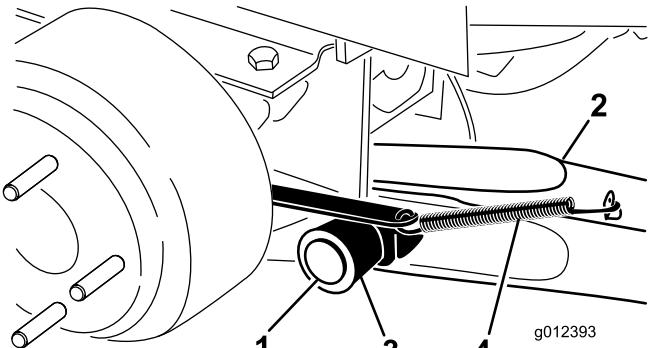

Figure 3
- Montez un bras de relevage sur le support de pivot avec un axe de pivot et une goupille fendue (Figure 3). Installez le bras de relevage avec le coude placé vers l'extérieur.
- Accrochez le ressort de rappel de frein à la patte du bras de levage (Figure 3).